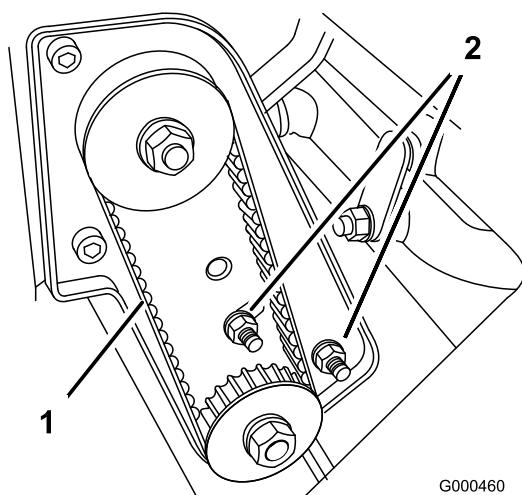

Figura 36
- A. Allentate i dadi di montaggio della sede del cuscinetto (Figura 36).
- C. Serrate i dadi di montaggio della sede del cuscinetto (Figura 36). Non tendete eccessivamente la cinghia.